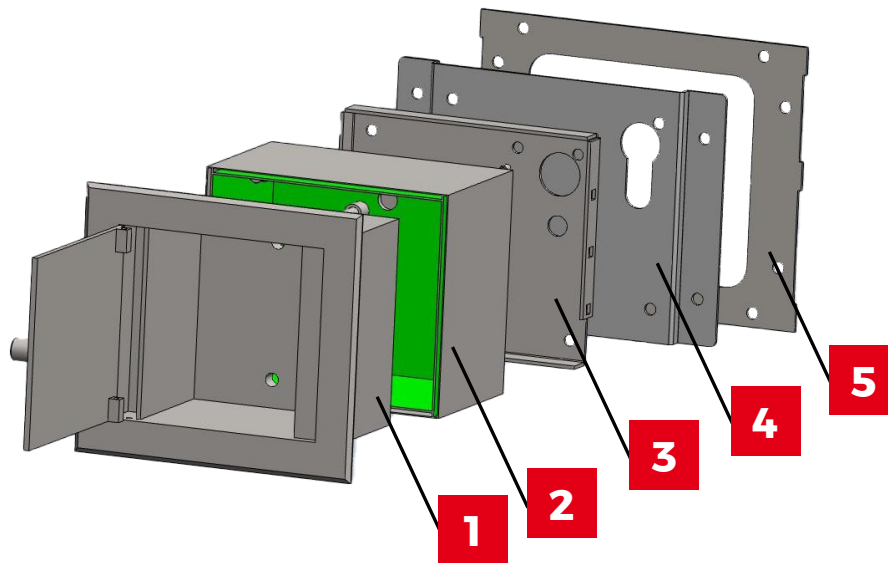

Abbildung 16: Übersicht FSD, Typ MEP
INFO Die Anschlüsse aus der Verteilerbox [5] müssen bereits bei der Montage der Einbauzarge [9] durch die Leitungsdurchführungen der Adapterplatte [4] und der Einbauzarge [9] gelegt werden. Nur so ist es möglich, den letzten Arbeitsschritt, die Montage der FSD mit Blendrahmen [1] Abb. 16, auszuführen.
- ➔ Der SD950 ist jetzt für den Verschluss der HS-UNI vorbereitet. Nächste Arbeitsschritte sind: Aufsetzen des Wetterschutzdaches auf die Frontblende (5.8 *Wetterschutzdach auf Frontblende montieren*, Seite 35), einhängen der Frontblende mit Wetterschutzdach auf den Sockel (5.9 *Frontblende in Rückwand einhängen*, Seite 36), Einhängen und Verriegeln der Frontklappe (6.2 *Frontklappe einhängen*, Seite 40; 8.1 *Frontklappe verriegeln*, Seite 44) sowie das Verschließen der HS-UNI über den FSD mit Blendrahmen [1] (Abb. 16) (8 *Säule verschließen*, Seite 44).